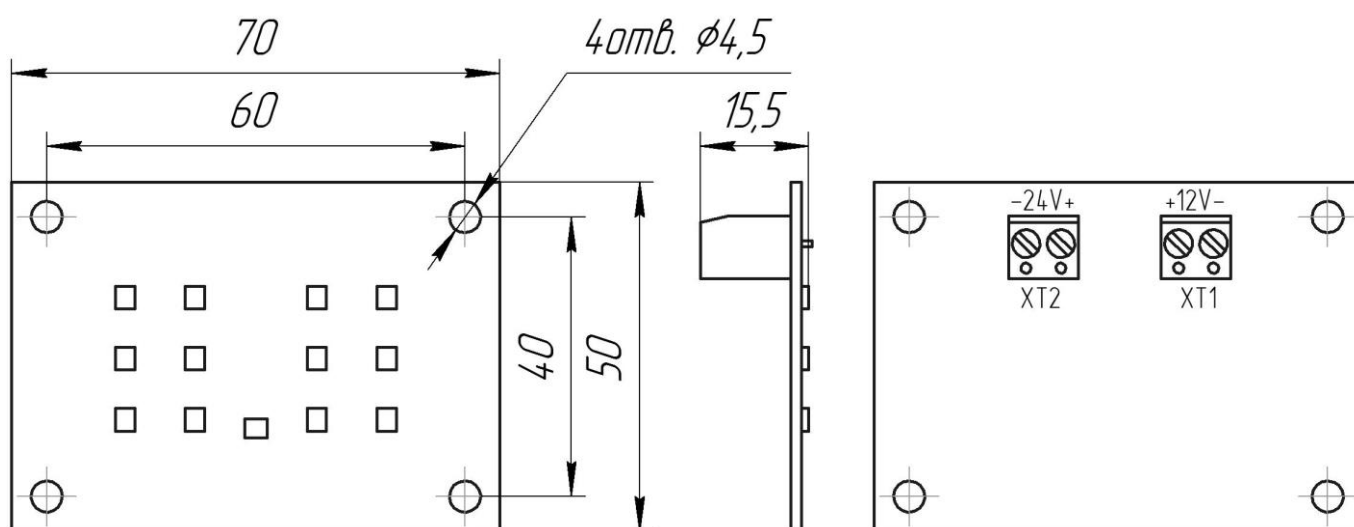

Рис.5. Светодиодный модуль-04 НШЕК.676731.004.
4.5.3 **Светодиодный модуль-04 НШЕК.676731.004** (рис.5) устанавливается в приказную панель (см. п. 4.5.4). Отличается от Светодиодного модуля-03 наличием индикатора перегрузки кабины лифта (красный светодиод) и разъёмом ХТ2 для его подключения. Индикатор «Перегрузка» подключается к станции управления лифтом.